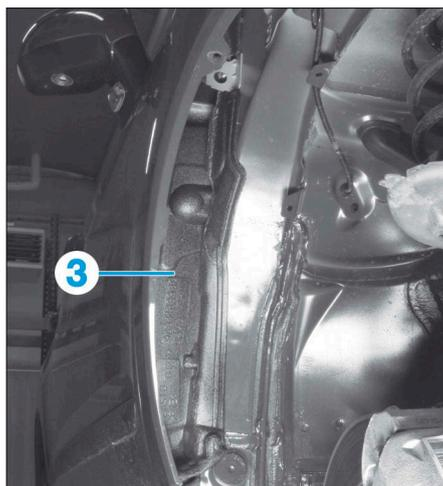

FIG. 93
- l'insonorisant de passage de roue (3) (Fig.93),